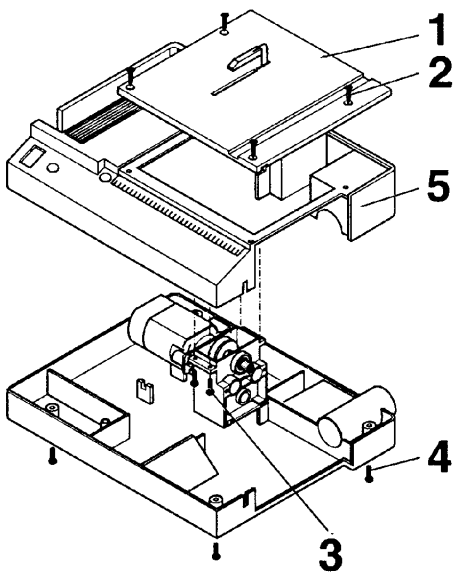

Fig. 7a
3. Schrauben **2** und **4** (Fig. 7a) herausschrauben.